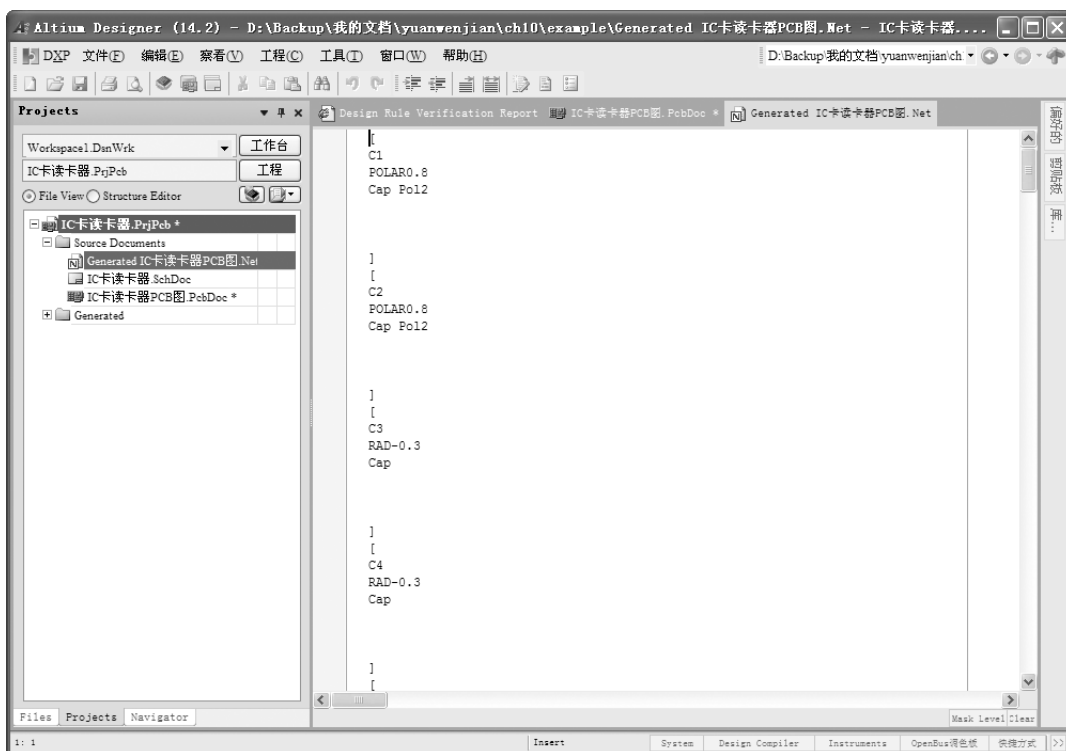

图 10-10 “Projects”面板
- 3) 该网络表文件作为自由文档加入到“Projects”（工程）面板中，如图 10-10 所示。